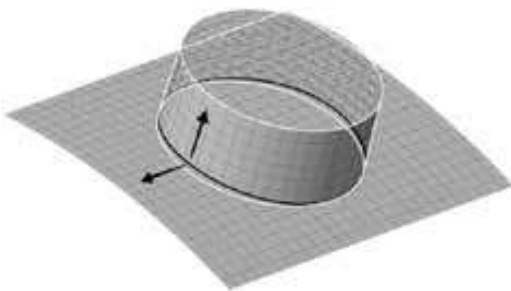

图4-9 两个箭头的方向
Step 24 使箭头方向如图4-9所示 (箭头方向为曲面保留方向)。